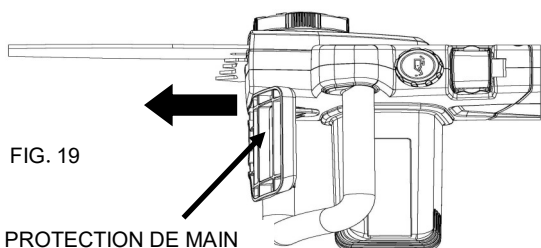

FIG. 19
■ Avec le dos de la main gauche, engager le frein de chaîne en poussant le levier de frein / protège-main en direction du guide pendant que la chaîne tourne à haute vitesse. (Fig. 19)